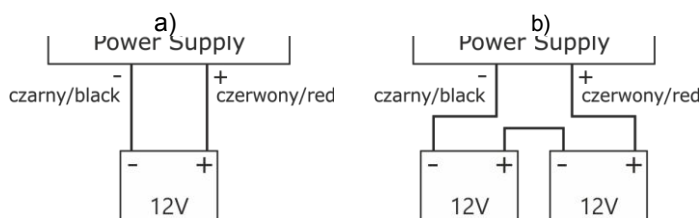

Fig. 4 Collegamento delle batterie a seconda della versione dell'alimentatore:
2. Collegare le batterie all'alimentatore prestando particolare attenzione alla corretta polarità e al tipo di collegamenti (Fig. 4):